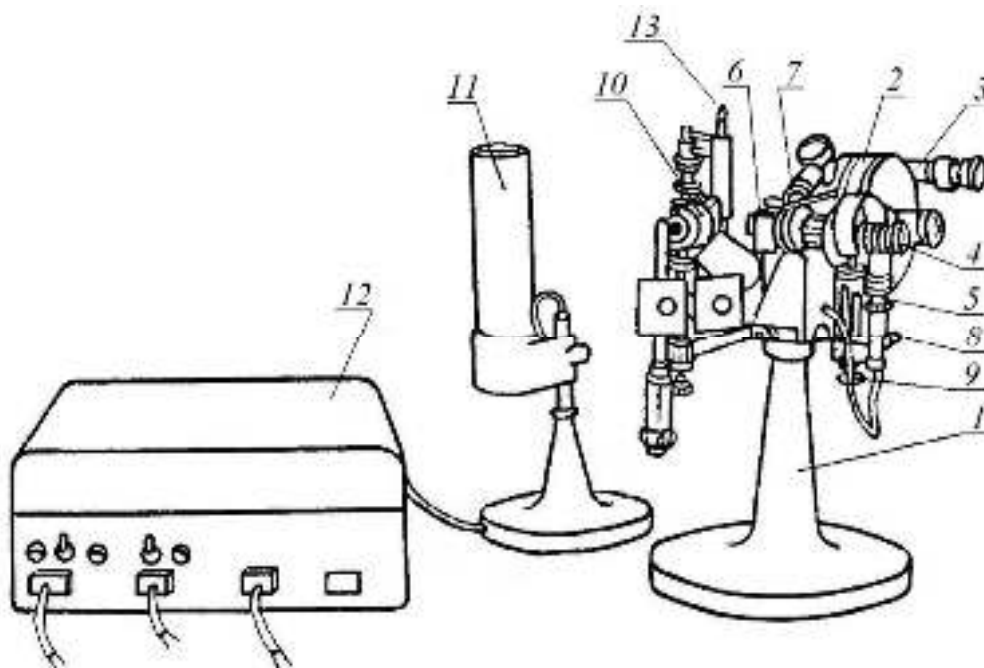
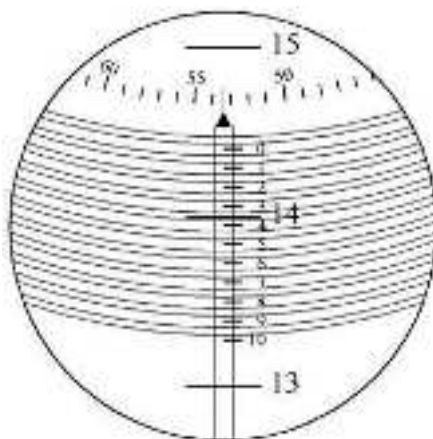

Рис. 4. Внешний вид рефрактометра ИРФ-23
Рис. 5. Поле зрения спирального окуляра-микрометра
Внешний вид прибора представлен на рис. 4. Рефрактометр ИРФ-23 состоит из штатива 1, несущего на себе градусный лимб 2, автоколлимационную трубу 3, отсчетный микроскоп 4, лампу подсветки 5 и измерительную призму 6. Зрительная труба жестко связана с лимбом, диафрагма 7 объектива зрительной трубы служит для уменьшения рассеянного света. Грубое вращение трубы производится вручную, а точное – микрометрическим винтом 8 после закрепления 6 винтом 9. Штатив 1 является также базой крепления конденсора 10 натриевой лампы 11. Положение конденсора регулируется. Лампа 11 питается от блока 12, в котором содержится дроссель. Для контроля температуры имеется термометр 13.
Перед началом работы присоедините блок питания 12 с дросселем к сети напряжения 220 В, включите натриевую лампу 11, а также лампу подсветки 5 (см. рис. 4). Установите на измерительную призму испытуемый образец полированными сторонами к призме и источнику света, предварительно промыв эти поверхности эфиром или спиртом и капнув на призму иммерсионную жидкость (альфа-монобромонафталин = 1,66 жп). При умеренном нажиме на образец жидкость должна распределиться по всей поверхности равномерно и не выступать по краям. Отрегулируйте освещение, перемещая натриевую лампу и конденсор так, чтобы тело свечения лампы изображалось резко на поверхности образца и делилось пополам основанием образца. Для контроля используйте бумажный экран, поместив его в плоскость
измеряемого образца. С помощью диафрагмы конденсора и эллиптической диафрагмы зрительной трубы добейтесь наиболее контрастного изображения, кронштейн конденсора 10 (см. рис. 4) необходимо повернуть до упора. Освещение лампой считается правильным, если получена максимальная резкость и яркость спектральных линий, а положение их верхних границ соответствует действительным предельным углам выхода лучей из призмы.
Установка верхней границы светящейся линии будет правильной, если при смещении источника света в любом направлении изменяется только положение нижней границы изображения (см. рис. 2). При установке зрительной трубы в положение I и II (см. рис. 1) показания лимба снимаются с помощью отсчетного микроскопа со спиральным окулярным микрометром. В поле зрения микроскопа 8 (рис. 5) одновременно видны два-три градусных штриха лимба (на рис. 5 они имеют оцифровку 13, 14, 15), неподвижная шкала для отсчета
десятых долей градуса с оцифровкой от «0» до «10» (ориентирована вертикально), круговая шкала для отсчета сотых и тысячных долей градуса и десять витков биспирали, которые смещаются вместе с вращением круговой шкалы от маховичка (на рис. 4 не показан). Так как нулевой штрих шкалы десятых долей расположен между 13 и 14 делениями градусной шкалы, то отсчет будет равен 14 градусам плюс отрезок от штриха 14 до нулевого штриха вертикальной шкалы. Этот отрезок содержит десятые, сотые, тысячные и десятитысячные доли градуса. Для получения отсчета в долях градуса вращают маховичок, подводя виток биспирали так, чтобы градусный штрих 14 оказался точно посередине между линиями биспирали. Затем, используя этот штрих как индекс, берут отсчет по вертикальной шкале десятых градуса. Сотые, тысячные и десятитысячные доли снимают с круговой шкалы по индексу, расположенному над вертикальной шкалой. Если штрих градусной шкалы занимает положение, указанное на рис. 5, то окончательный отсчет по шкале будет равен $14,3533^\circ$. Для определения предельного угла D выхода луча из призмы производится по пять наводок зрительной трубы с отсчитыванием в поле микроскопа. При визировании автоколлимационного изображения (определении положения нуль-пункта) производится также пять наводок и отсчитываний. Искомый угол находится по формуле $\varepsilon = \phi - \phi_0 D D$, (2)